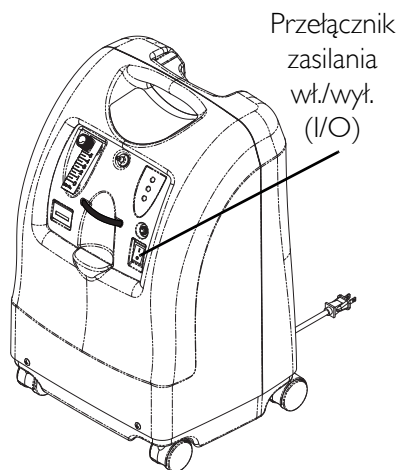

RYSUNEK 6.3 Komora nawilzacza
UWAGA: Informacje dotyczące tej procedury przedstawiono na RYSUNEK 6.1, RYSUNEK 6.2 na stronie 151, RYSUNEK 6.3 na stronie 152.
6. Podłącz łącznik butelki nawilzacza do butelki nawilzacza, obracając nakrętkę znajdującą się na butelce nawilzacza w kierunku przeciwnym do ruchu wskazówek zegara do czasu pewnego jej zamocowania. Zob. Szczegół "A" w RYSUNEK 6.3.
7. Umieść zespół butelki nawilzacza/łącznika w przedziale nawilzacza koncentratora. Zob. Szczegół "B" w RYSUNEK 6.3.
8. Podłącz przewody tlenowe od zespołu butelki nawilzacza/łącznika do zaworu odpływu tlenu koncentratora. Zob. Szczegół "B" w RYSUNEK 6.3.
9. Do wylotu butelki nawilzacza podłącz kaniulę/przewody dostarczające dla pacjenta. Zob. Szczegół "B" w RYSUNEK 6.3.